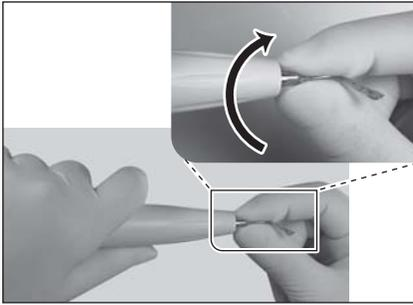

Fig. 19
- 1) Innanzitutto, avvitare leggermente la punta con le mani (Fig. 19).